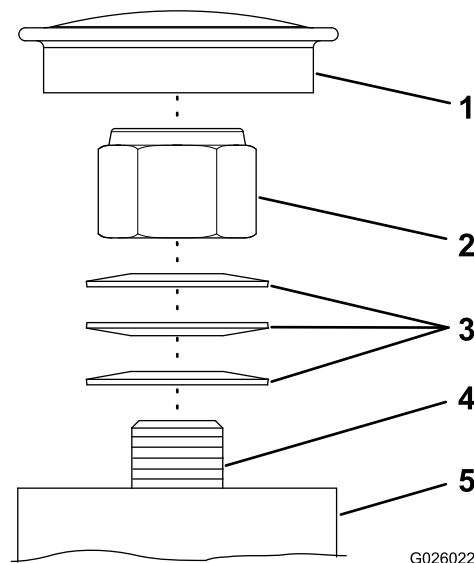

Figura 44
**Nota:** Si desmonta los cojinetes del pivote de las ruedas giratorias, asegúrese de instalar las arandelas elásticas según se indica en la Figura 44.
1. Retire el tapón antipolvo del buje de la rueda giratoria (Figura 44).
2. Apriete la contratuerca en sentido horario hasta que las arandelas elásticas estén planas (Figura 44).
3. Gire la contratuerca en sentido antihorario  $\frac{1}{4}$  de vuelta (Figura 44).
4. Coloque el tapón antipolvo (Figura 44).